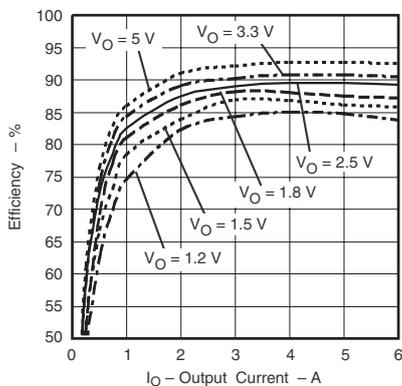
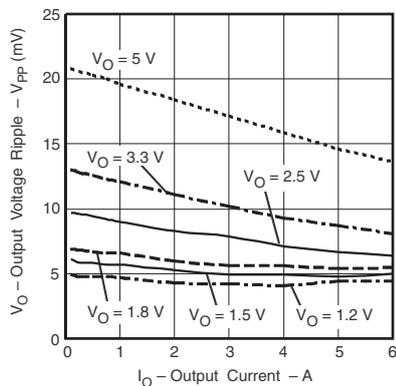
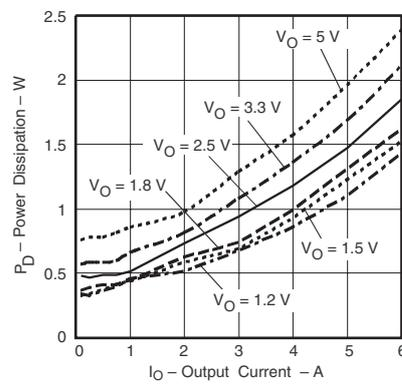

図 1
図 2
図 3
(1) 電気的特性データは、 $25^{\circ}\text{C}$  でテストした実際の製品から求めたものです。このデータは、コンバータの代表データと考えられます。図1、図2、および図3 に対して適用されます。